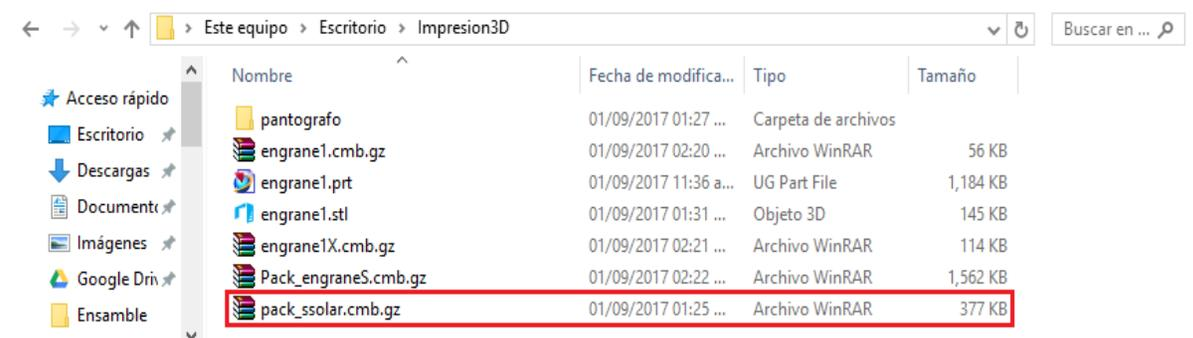

Figura 2.25 Insertar archivo **pack_ssolar.cmb.gz**
- De la carpeta **Impresion3D** tomar el archivo **pack_ssolar.cmb.gz** (Figura 2.25).